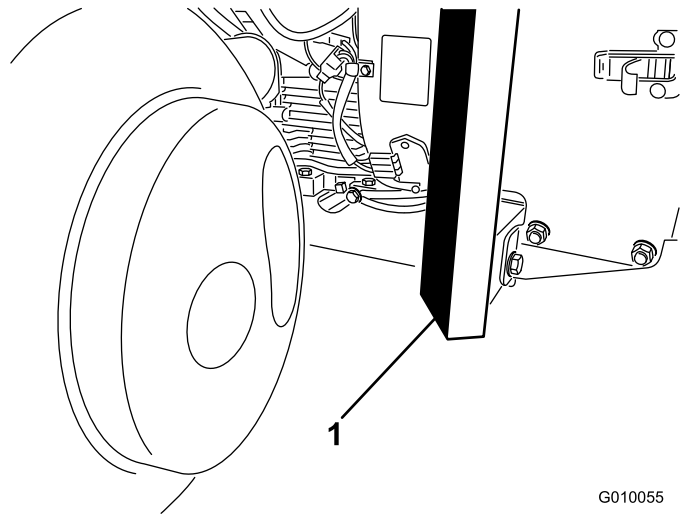

Bild 36
3. Stellen Sie den Ständer sicher vorne unter den Rahmen (Bild 36).